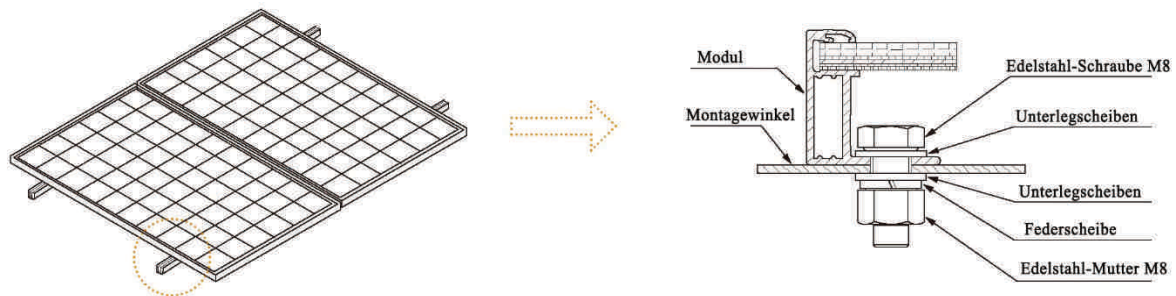

Abbildung. 3 Bolzenlochbefestigung
- ◆ **Bolzenlochbefestigung:** mit korrosionsbeständigen Bolzen, die durch Befestigungslöcher im Modulrahmen an der Halterung befestigt werden, wie in Abb. 3 dargestellt;